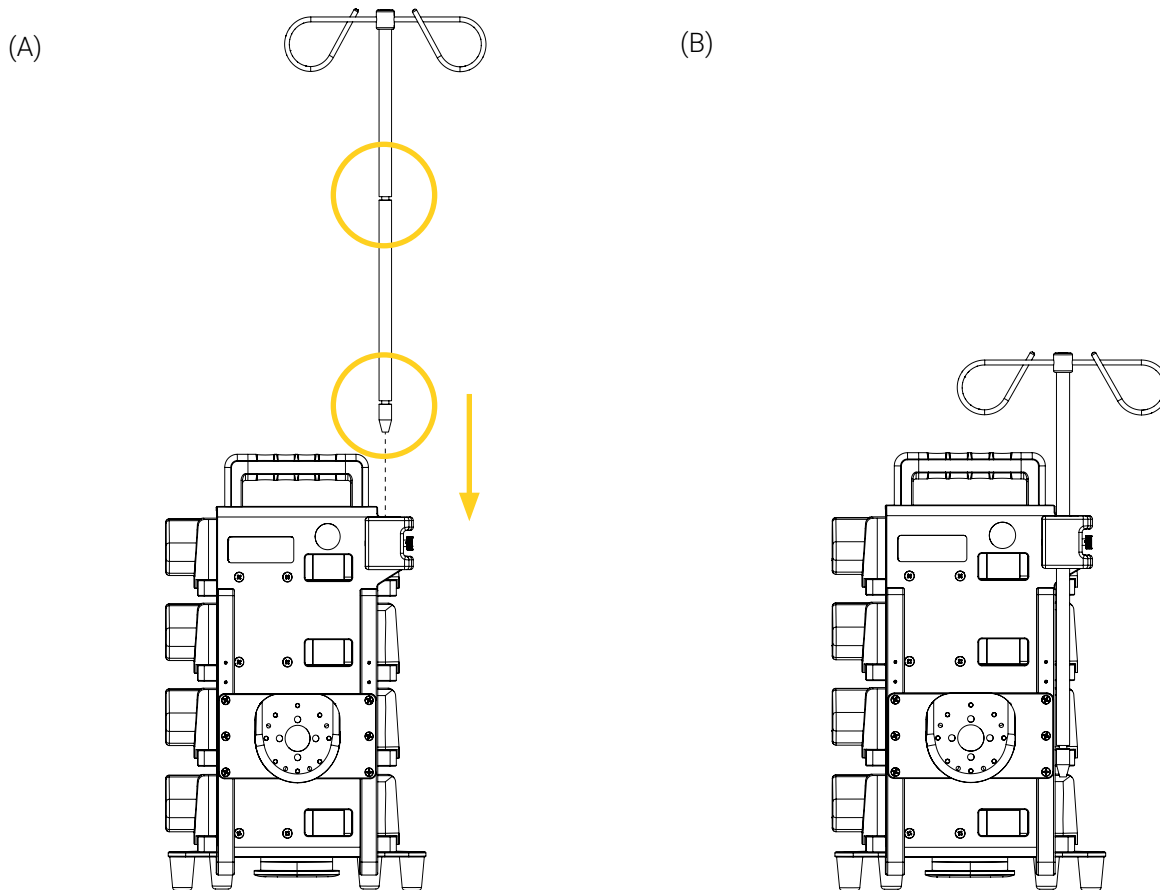

Figure 19: Installation de la tige à soluté dans le support pour tige à soluté
3. Tirer et maintenir le bouton à déclenchement rapide, puis aligner et insérer la tige à soluté dans le support jusqu'à ce qu'elle soit fixée dans l'une (1) des deux (2) rainures (Figure 19). Consulter la section « Mesures de sécurité » à la page 12 au besoin.